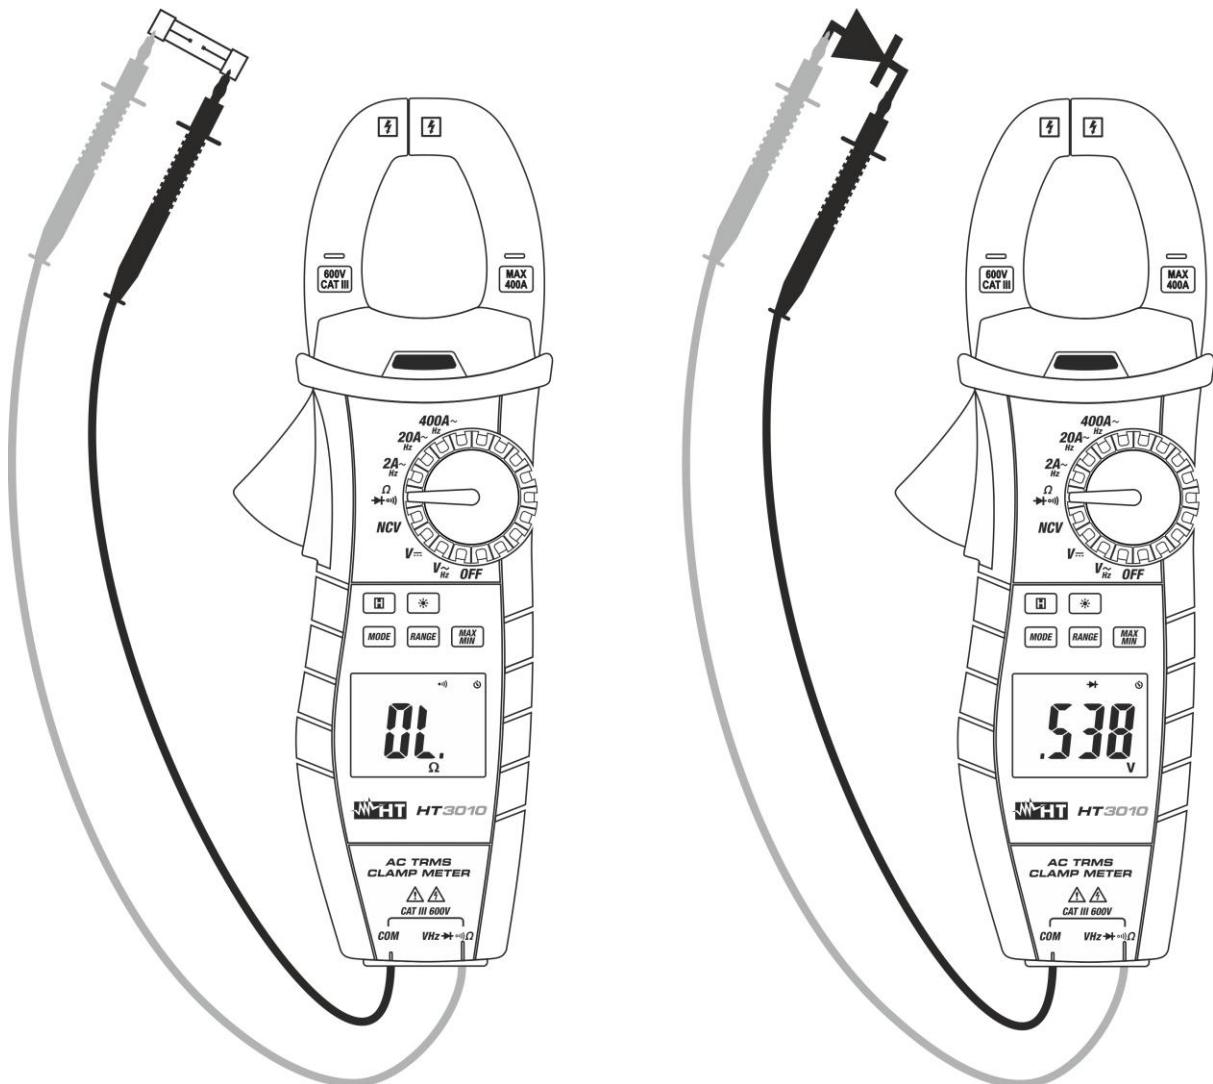

Fig. 7: Uso dello strumento per Test Continuità e Prova Diodi
3. Inserire il cavo rosso nel terminale di ingresso **VΩHz** e il cavo nero nel terminale di ingresso **COM** ed eseguire il test di continuità sull’oggetto in prova (vedere Fig. 7– parte sinistra). Il cicalino emette un segnale acustico quando il valore della resistenza misurata è inferiore a 30Ω
5. Connettere il puntale rosso all’anodo del diodo e il puntale nero al catodo in caso di misura di polarizzazione diretta (vedere Fig. 7 – parte destra). Invertire la posizione dei puntali in caso di misura di polarizzazione inversa